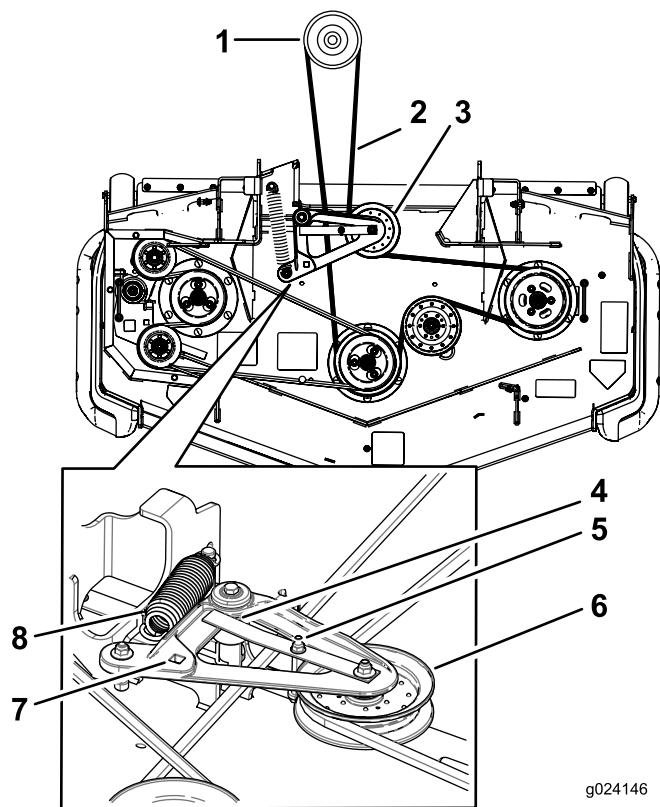

Figura 71
10. Utilizzate un cricchetto nel foro quadrato per installare la cinghia nuova attorno alle pulegge tendicinghia e alle pulegge del tosaerba (Figura 71).
6. Inserite un cricchetto nel foro quadrato del braccio di rinvio per allentare la molla del tenditore (Figura 71).
8. Sollevate l'aletta guidacinghia e rimuovete la cinghia esistente (Figura 71).
9. Montate la nuova cinghia attorno alle pulegge del tosaerba e alla puleggia della frizione, sotto il motore (Figura 71).
- 10. Ruotate e accertate che l'aletta guidacinghia sia a contatto con il mozzo del perno Figura 71.
- 11. Con il cricchetto nel foro quadrato, montate la molla del tenditore (Figura 71).